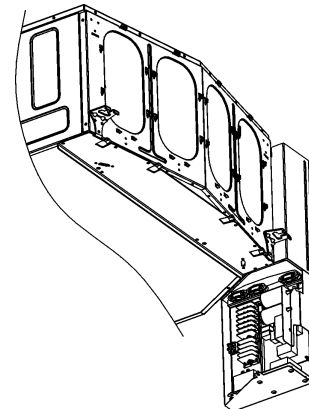

Fig. 28. Abbassare l'armadietto
2. Abbassare l'armadietto (vedi Fig. 28).